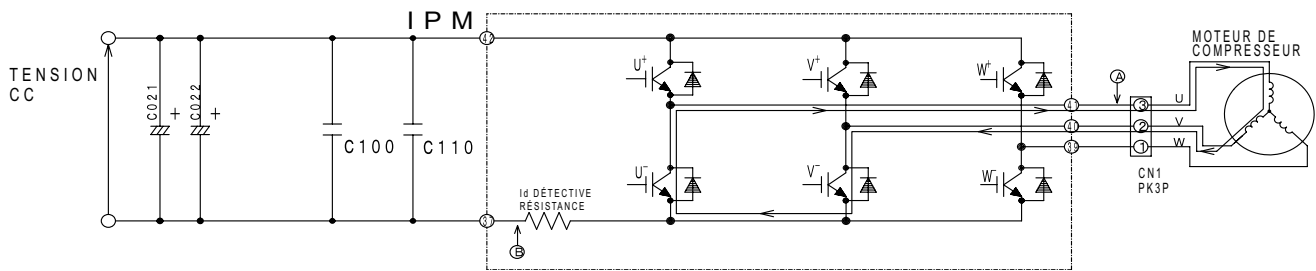

Fig. 4-4 Circuit de module d'alimentation (U^+ est DÉSACTIVÉ, V^- est ACTIVÉ)
- (2) Lorsque le transistor U⁺ est sur DÉSACTIVÉ : (par inductance de la bobine du moteur) bobine U → bobine V → transistor V⁻ → Diode U⁻ de retour → Point ⑥ (Fig. 4-4)